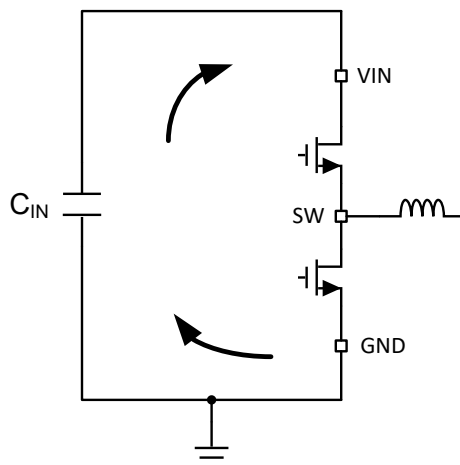

図 8-19. 高速エッジを持つ電流ループ
DC/DC コンバータの PCB レイアウトは、最適な設計性能を実現するために重要です。PCB レイアウトが不適切な場合、適正な回路図設計の動作の妨げとなる可能性があります。コンバータが適切にレギュレートしている場合でも、PCB レイアウトが不適切では、堅牢な設計と量産できない設計という違いが生じる可能性があります。さらに、レギュレータの EMI 性能は、PCB レイアウトの影響を大きく受けます。降圧コンバータにおける PCB の最も重要な機能は、入力コンデンサと電源グラウンドによって形成されるループです (図 8-19 を参照)。このループには、パターンのインダクタンスに応答して大きな過渡電圧を発生させる可能性がある大きな過渡電流が流れます。これらの望ましくない過渡電圧は、コンバータの正
- 図 7-2 と 図 8-19 から色を除去 **13**